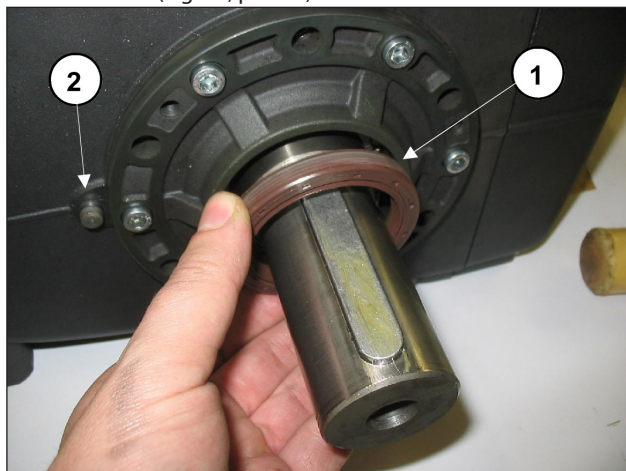

Fig. 33
Para modificar la versión aplicando el grupo reductor donde previsto, es necesario desmontar el retén del eje (Fig. 33, pos. ①) e introducir en el cárter la clavija Ø8 de referencia de la caja del reductor (Fig. 33, pos. ②).
Para modificar la versión, desmontando el grupo reductor si está previsto, es necesario introducir el retén del eje en el alojamiento de la tapa lateral utilizando la herramienta cód. 27904800 (Fig. 33, pos. ①).